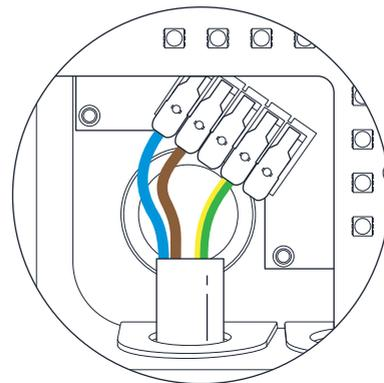

Fig. 8 - La secuencia de los hilos del cable de alimentación.
16. Inserte los conductores del cable de alimentación en los conectores de entrada montados en la PCB y cierre cada palanca de los conectores. Asegúrese de que los cables estén completamente insertados en los conectores, no deben verse partes peladas de los cables o hilos sueltos (protección eléctrica contra el contacto directo). Una conexión incorrecta puede resultar en un contacto inadecuado que podría causar un peligro de incendio. **(Fig. 8)**